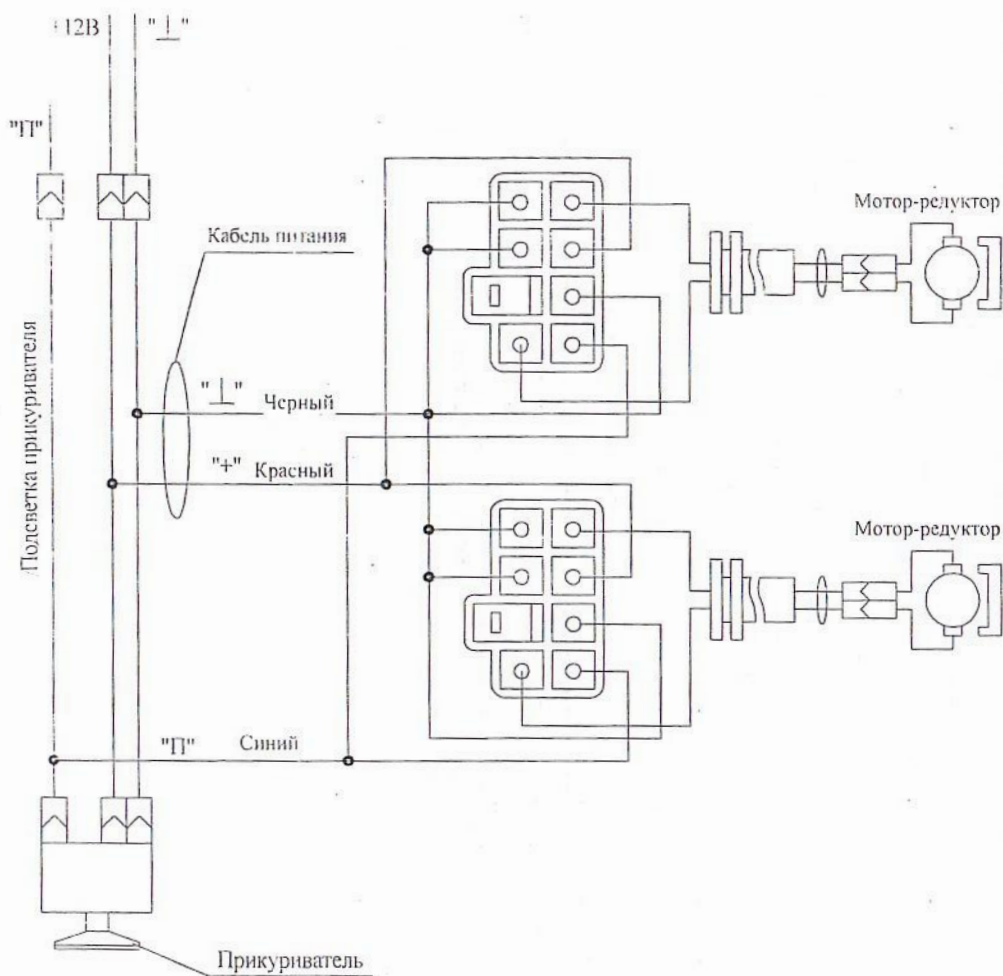

Рис.1
6.12 Через отверстия в стойках дверей и дверях, через кабельные вводы, протянуть кабели от электродвигателей. Закрепить кабельные вводы в дверях и стойках дверей. Подключить кабели от электродвигателей в соответствии с рис. 1.